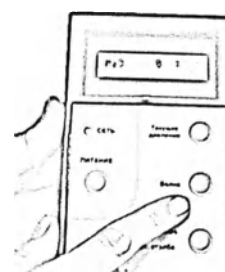

Рис. 5-2.
- 4) При необходимости перевести прибор в режим измерения переменной составляющей давления, однократно нажать кнопку "ВОЛНА" (см. рис. 5-2)